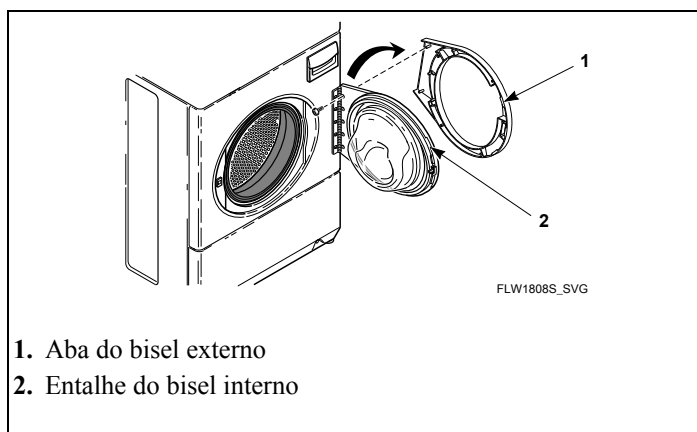

Figura 8
2. Remova os 11 parafusos Torx T-20 que seguram o bisel externo da porta no bisel interno da porta. Consulte *Figura 8*.
3. Puxe o lado da dobradiça para fora da porta e deslize para frente. Consulte *Figura 8*.
10. Reinstale o bisel externo da porta alinhando as abas do bisel externo com os entalhes no bisel interno e deslizando o bisel externo para a posição. Consulte *Figura 8*.